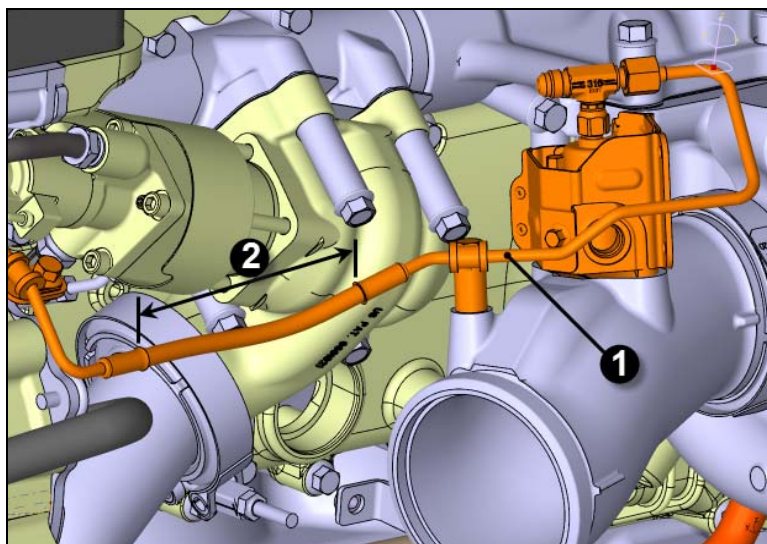

FIGURE 1 : TYPE D'INJECTEUR AHI VISÉ PAR CE BULLETIN
Il a été déterminé qu'il existe un risque que le frottement entre ces composantes ne perforé la conduite de l'injecteur du système de post-traitement des gaz d'échappement. Une perforation de la conduite pourrait laisser un jet de carburant se répandre sur les composantes chaudes du moteur, ce qui peut constituer un risque d'incendie du moteur. Cette campagne est applicable à la première génération d'injecteur (voir la FIGURE 1 pour identifier le type d'injecteur pour lequel ce bulletin s'applique).
3. Localiser la conduite de carburant de l'injecteur du système de post-traitement des gaz d'échappement (AHI) (item 1, FIGURE 1).
4. Localiser la section flexible à gaine tressée de la conduite de l'injecteur du système de post-traitement des gaz d'échappement (item 2, FIGURE 1).